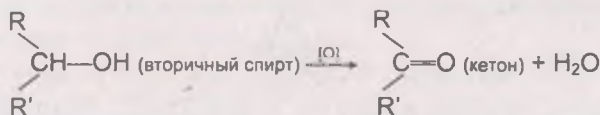

Рис. 206
- 1) окислением вторичных спиртов (рис. 206);